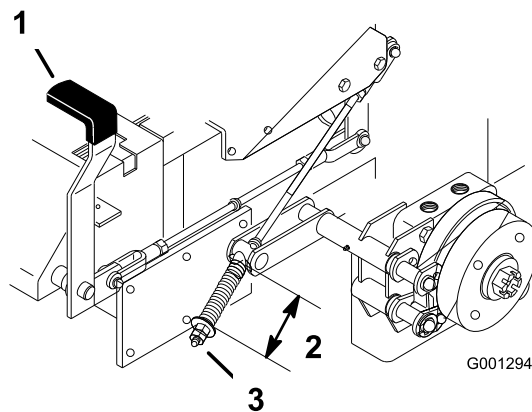

Figure 60
2. Mesurez la longueur du ressort. Les rondelles doivent être espacées de 64 mm (2-1/2") (Figure 60).
3. Si un réglage est requis, desserrez le frein de stationnement, desserrez l'écrou de blocage situé sous le ressort et réglez l'écrou directement au-dessous du ressort (Figure 60). Modifiez le serrage de l'écrou jusqu'à ce que le ressort ait la longueur voulue. Tournez l'écrou dans le sens horaire pour raccourcir le ressort et dans le sens anti-horaire pour l'allonger.